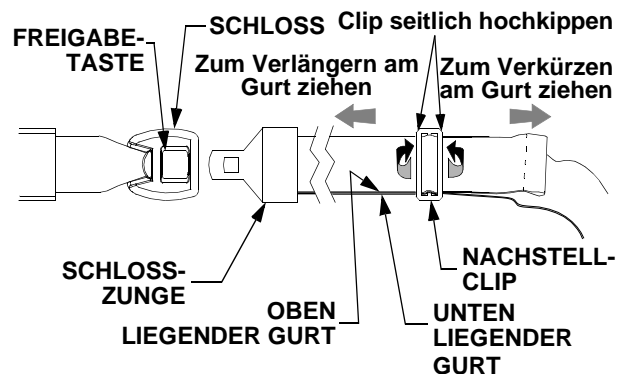

Abbildung 26
- Um den Gurt zu verlängern, die Enden des Nachstellclips festhalten und die Seite des Clips zur Schlosszunge hin nach oben kippen. Siehe Abbildung 26.
- Den Clip festhalten, den oben liegenden Gurt durch den Clip zur Schlosszunge hin ziehen. Siehe Abbildung 26.